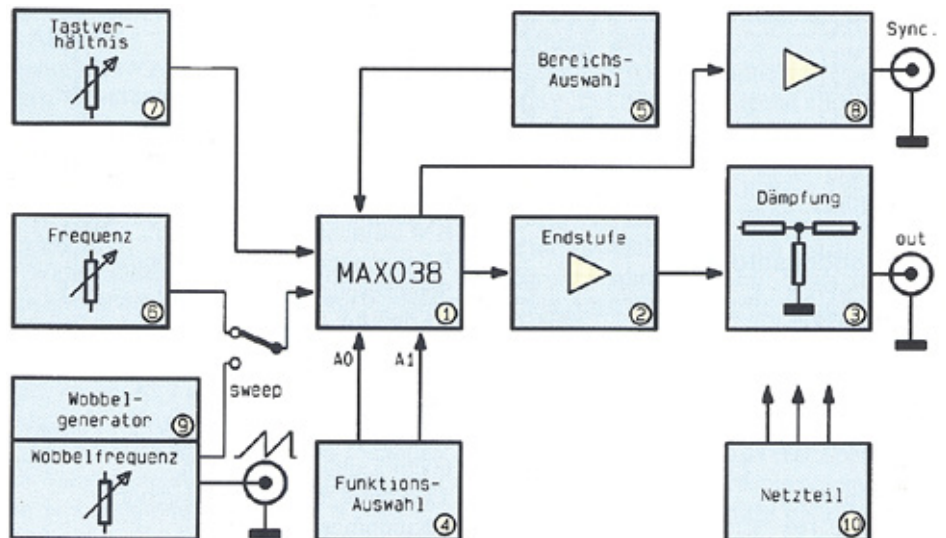

Bild 1: Blockschaltbild des WFG 7002
Abbildung 1 zeigt als Blockschaltbild den prinzipiellen Aufbau des auf der Grundlage des MAX038 entwickelten Funktions-Generators WFG 7002. Das Ausgangssignal des MAX038 gelangt mit einer Amplitude von 1 V zur Endstufe (2). Mit einer maximalen Verstärkung von 5 ergibt sich die maximale Ausgangsspannung des WFG 7002 zu 10 V ss. Die Einstellung der Amplitude des Ausgangssignals sowie die Addition eines DC-Pe-